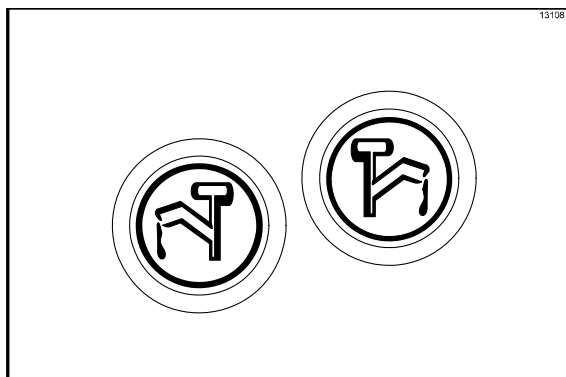

Figura 63
1. DESLIGUE os aquecedores de cobertura pressionando os símbolos 🌊 🌊. Esses símbolos não acendem quando os aquecedores estão desligados. (Veja a Figura 63.)